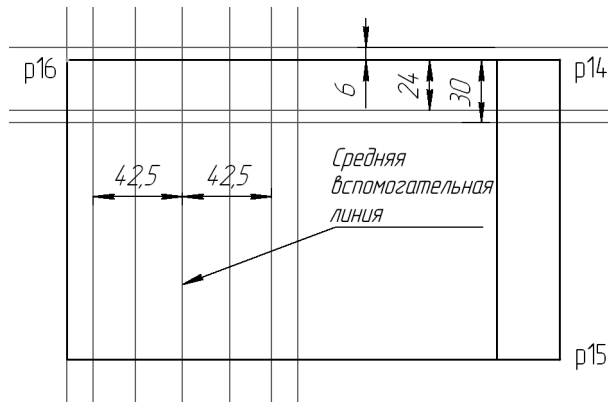

Рис. 51.54.
- ▼ две снизу на расстоянии 24 мм и 30 мм (рис. 51.54).
- 3.6. Постройте две вспомогательные параллельные прямые на расстоянии 42,5 мм по обе стороны от средней вспомогательной прямой (рис. 51.54).